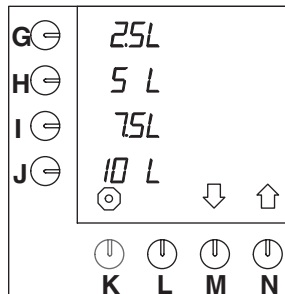

Abb. 33 Serienmäßige Vorwahl der Tasten
Das Gerät ist serienmäßig auf die Einheit L (= Liter) eingestellt. Sie können die Einheit ändern. (Diese Einheit steht serienmäßig im Display bei den Vorwahl-tasten (Abb.33)).
- Drücken Sie auf die Wahl-taste (N.)↑, bis Abb.33 im Display erscheint.